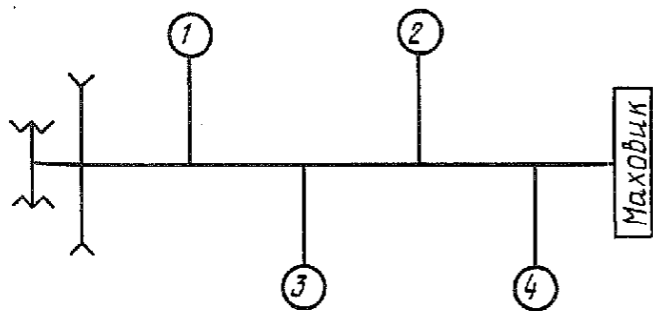
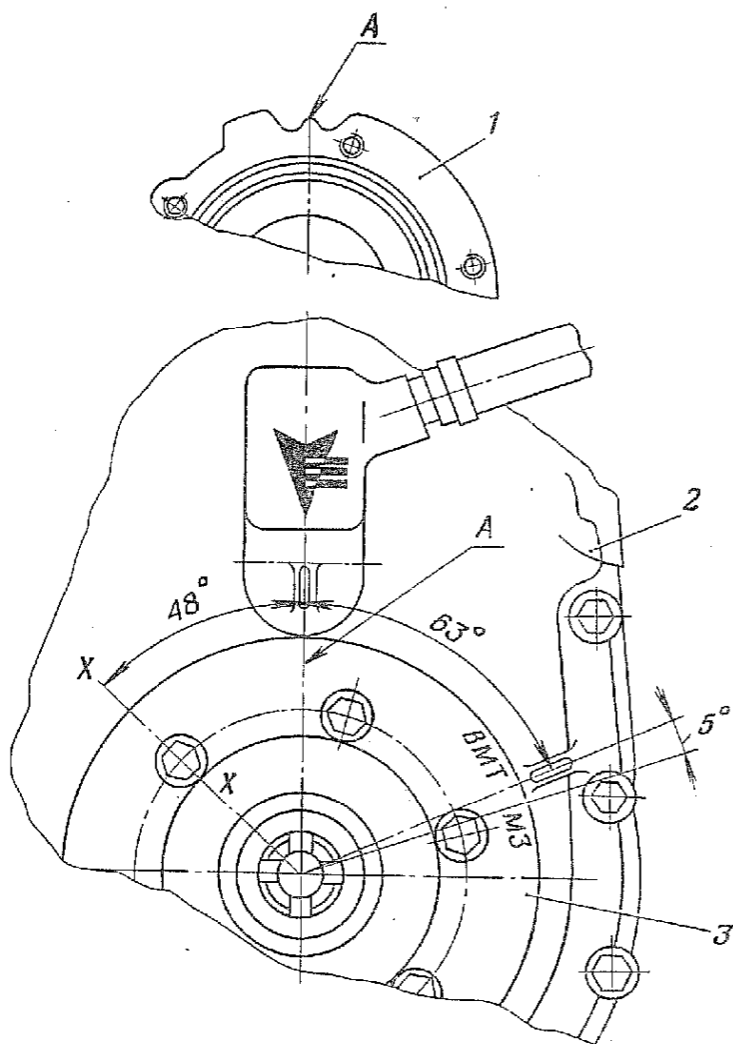

Рис. 35. Схема расположения цилиндров на двигателе
Рис. 36. Расположение установочных меток на крышке центробежного маслоочистителя и крышке распределительных шестерен:
4. Проворачивая коленчатый вал, установить поршень первого цилиндра (рис. 35) в ВМТ, при этом риска ВМТ на крышке 3 (рис. 36) центробежного маслоочистителя должна совпадать со стрелкой на крышке 2 распределительных шестерен.